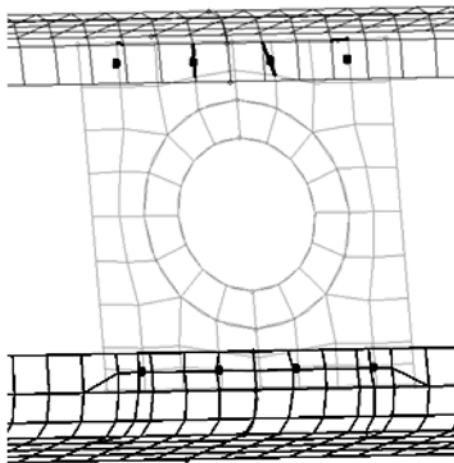

图 6-45 将所选 connector 实现为焊接单元
(6) 在 mesh dependent 下有两个选项，选择 adjust realization。
(7) 单击 realize 按钮，将所选 connector 实现为焊接单元。注意，单元连接过程中并没有重新划分单元以连接节点。
(8) 再次激活 connector 选择器，选择底部的 4 个 connector。
(9) 在 mesh dependent 下，将选项切换为 adjust mesh。
(10) 在 adjust mesh 下将选项切换为 remesh。
(11) 单击 realize 按钮，将所选 connector 实现为焊接单元。本次操作的单元连接过程中进行了网格的重新划分操作，如图 6-45 所示。